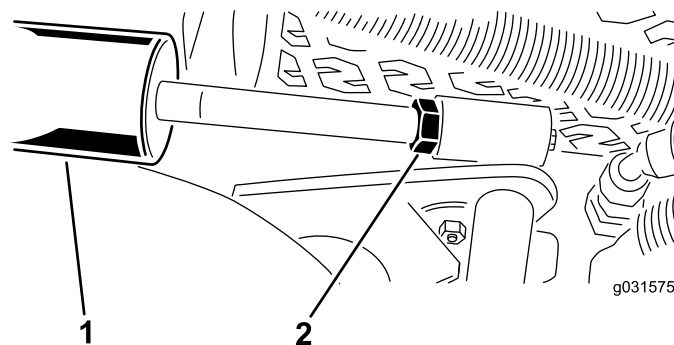

Рисунок 17
- A. Опустите режущие блоки и ослабьте затяжку контргайки на цилиндре (Рисунок 17).